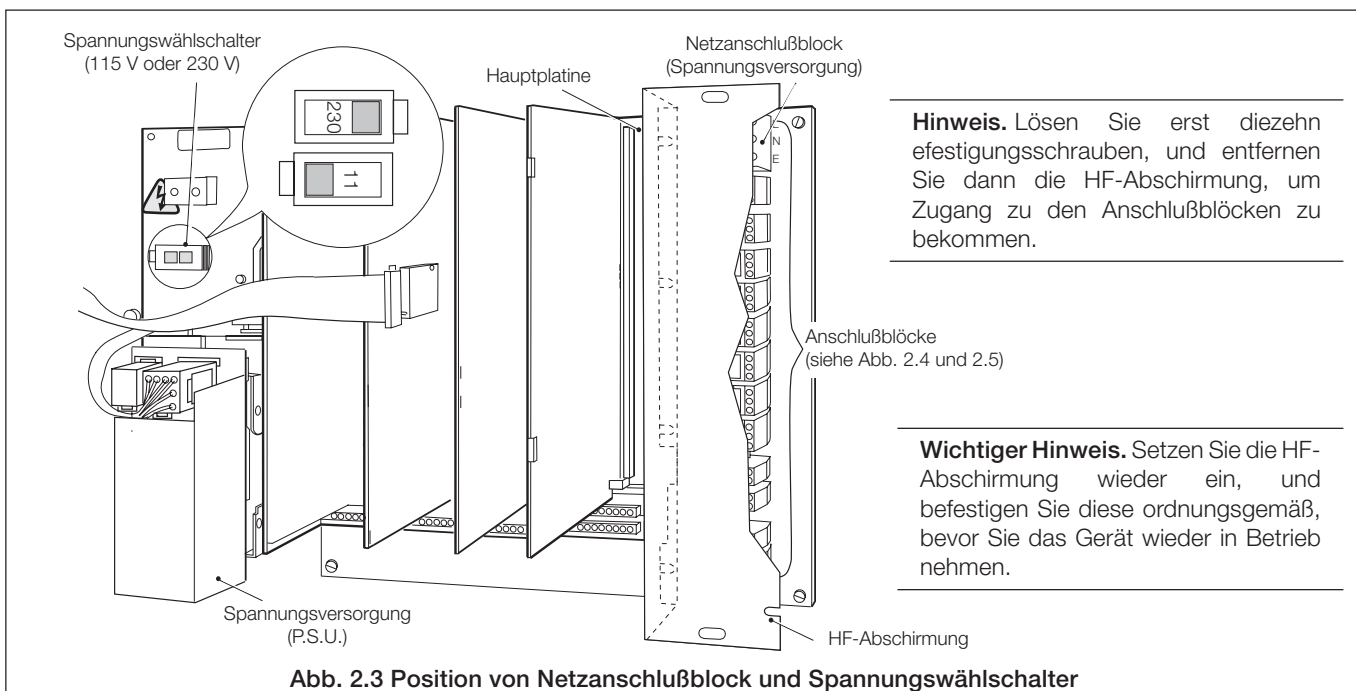

Abb. 2.3 Position von Netzanschlußblock und Spannungswählschalter
**Elektronikeinheit oben im Gehäuse (siehe Abb. 2.3 bis 2.5 für interne Details)**
### 2.6 Externe elektrische Verbindungen – Abb. 2.3 bis 2.5
Die externen elektrischen Verbindungen werden in der Elektronikeinheit hinter der Klappabdeckung und unter der HF-Abschirmung angeschlossen (siehe Abb. 2.3). Die Anschlußkabel werden durch die Kabelverschraubungen auf der rechten Seite des Monitorgehäuses geführt und sind wie folgt zu verbinden:
- **Netzeingang (Spannungsversorgung)** – 115 V (110 bis 120 V) oder 230 V (220 bis 240 V). Die Netzspannung wird mit dem Spannungswählschalter (siehe Abb. 2.3) festgelegt.